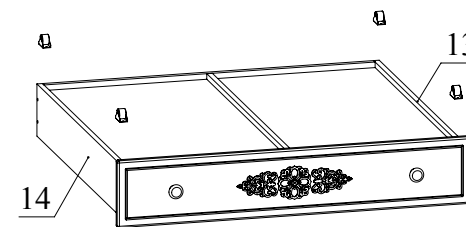

Рис.10
12. Установить ролики стационарные h32 на деталях 13 и 14 с помощью шурупов 3, 5х20 (Рис. 10).